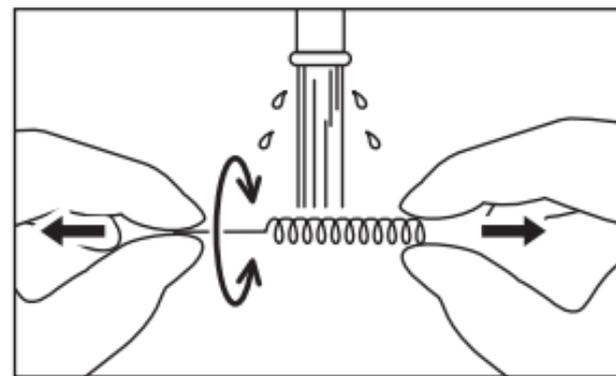

Fig. 19
- 4) Après avoir utilisé le fil de nettoyage, nettoyez le fil en tirant ses deux extrémités avec les doigts tout en faisant couler de l'eau sur tout le fil pendant 15 secondes ou plus (Fig. 19).